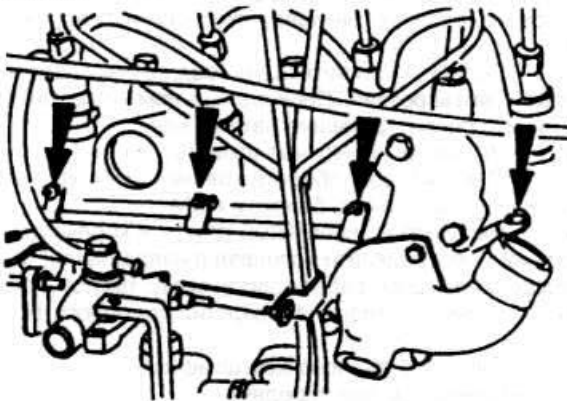

Рис. 2.165
- ♦ Отсоедините электрические провода от пусковых свечей (рис. 2.165).